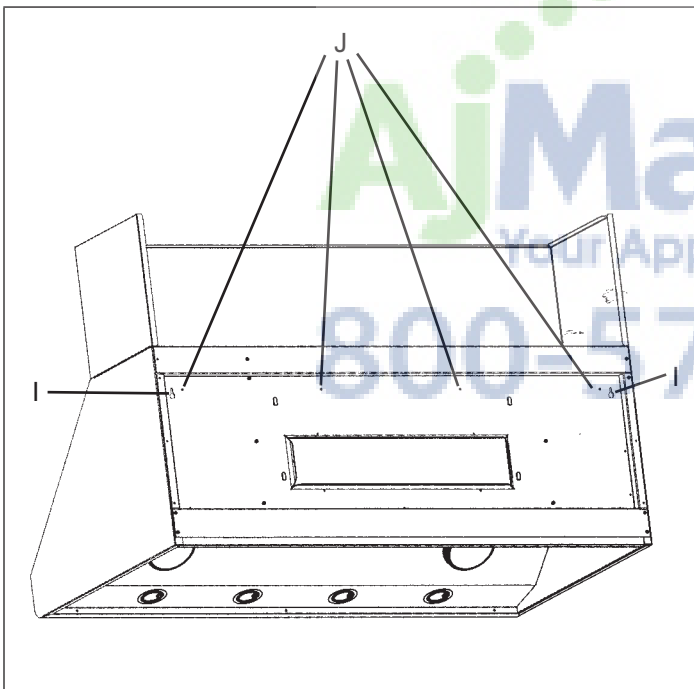

Figure 12: Emplacements des encoches en trou de serrure
16. À partir de l'intérieur de la hotte, fixez des vis de 5/8 po (16 mm) dans le support en bois, à travers les trous identifiés par la lettre « J » sur la Figure 12.